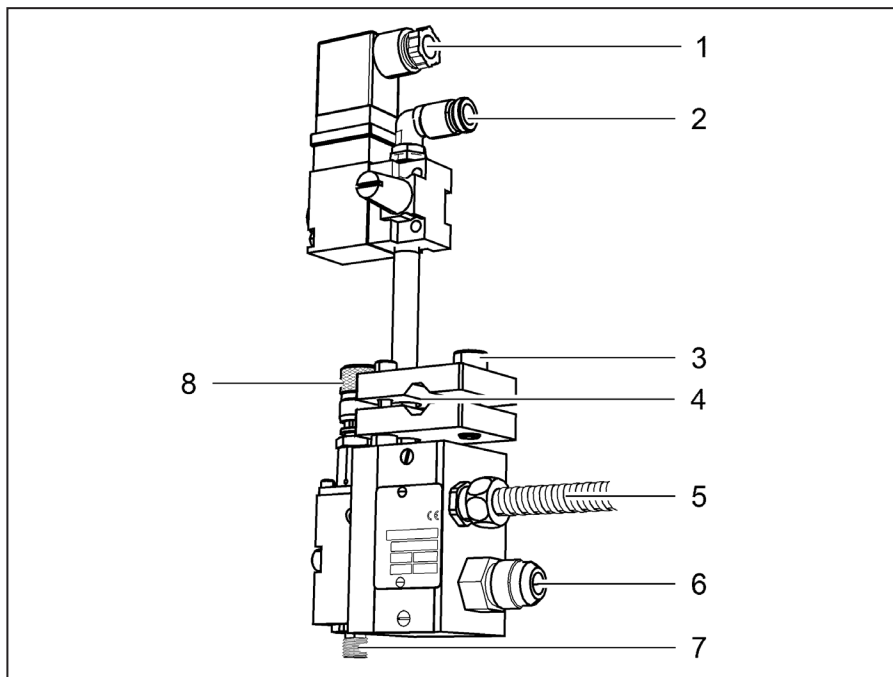

Bild 2: Anschlüsse
1. Schraube (Bild 2/3) mit einem Innensechskant-Schlüssel lösen.
2. Die Öffnung (Bild 2/4) der Klammer über die Halterungsstange (7...12 mm Ø) schieben.
4. Schraube (Bild 2/3) festziehen.
3. Den Stecker (Bild 2/1) des Kabels für die Ansteuerung des Magnetventils aufstecken.
5. Den Steckverbinder am Ende von Kabel (Bild 2/5) mit dem Gegenstecker am heizbaren Schlauch verbinden.
Verbinden Sie die Druckluftzufuhr (Schnellkupplung PK 6) mit dem Anschluss (Bild 2/2).
3. Heizbaren Schlauch mit Anschluss (Bild 2/6) mit Gabelschlüssel (SW 17 oder SW 19) verschrauben. Dabei am Auftragskopf mit Gabelschlüssel SW 18 kontern.
- Einstellung Rändelschraube Hubverstellung (Bild 2/8)